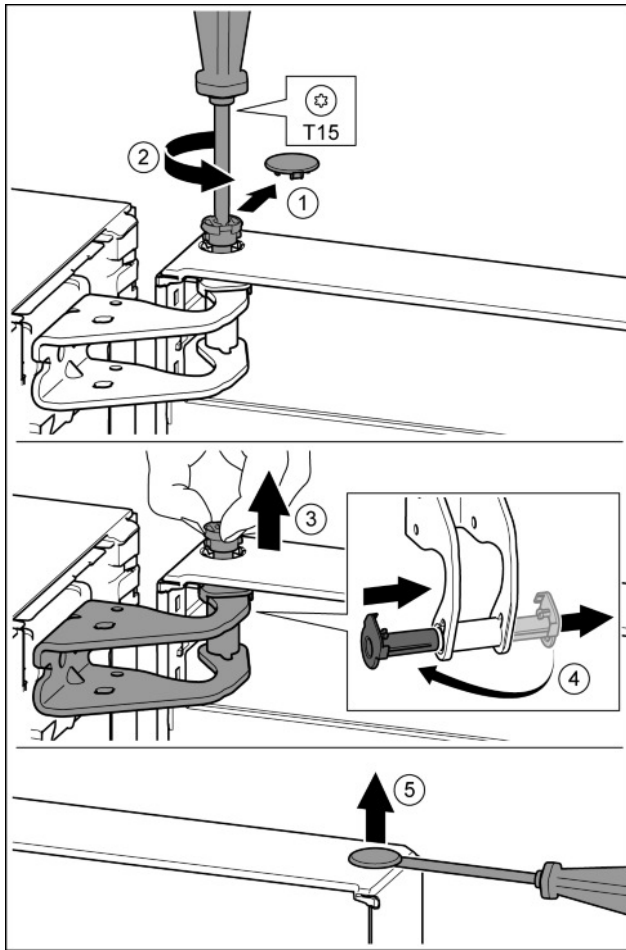

Fig. 7
- u Enlever délicatement le cache de sécurité. *Fig. 7 (1)*
- u Dévisser légèrement le boulon avec un tournevis T15. *Fig. 7 (2)*
- u Tenir fermement la porte et sortir le boulon avec les doigts. *Fig. 7 (3)*
- u Tirer la douille de palier en dehors du guide. La mettre de l'autre côté et l'enclencher. *Fig. 7 (4)*
- u Soulever délicatement le bouchon en dehors de la douille de palier de porte avec un tournevis plat et le sortir. *Fig. 7 (5)*